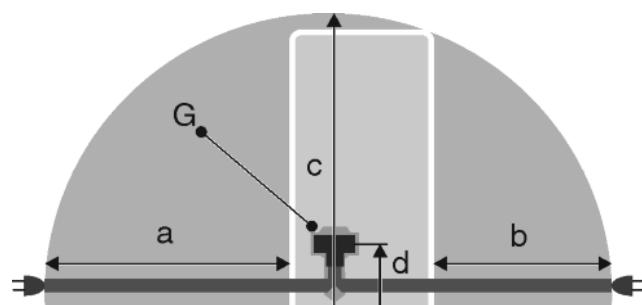

Fig. 26
- Контактът трябва да е извън зоната на задната страна на уреда и в рамките на дефинираната зона Fig. 26 (a, b, c).
- Включете щепсела на уреда Fig. 26 (G) от задната страна на уреда. Обърнете внимание на доброто фиксиране.